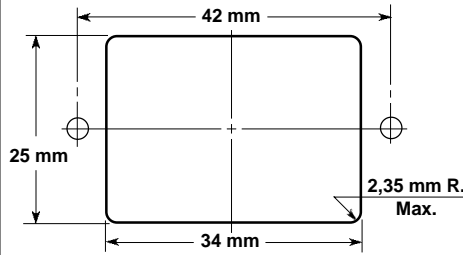

Fig. 4
- Dénuder chaque conducteur selon la figure 4. (Gabarit grandeur nature).
- Prise polarisée** de 250 volts — Raccorder le conducteur neutre (bleu ou blanc à la borne marquée (N) et raccorder le conducteur vivant (noir ou brun) à la borne marquée (L).